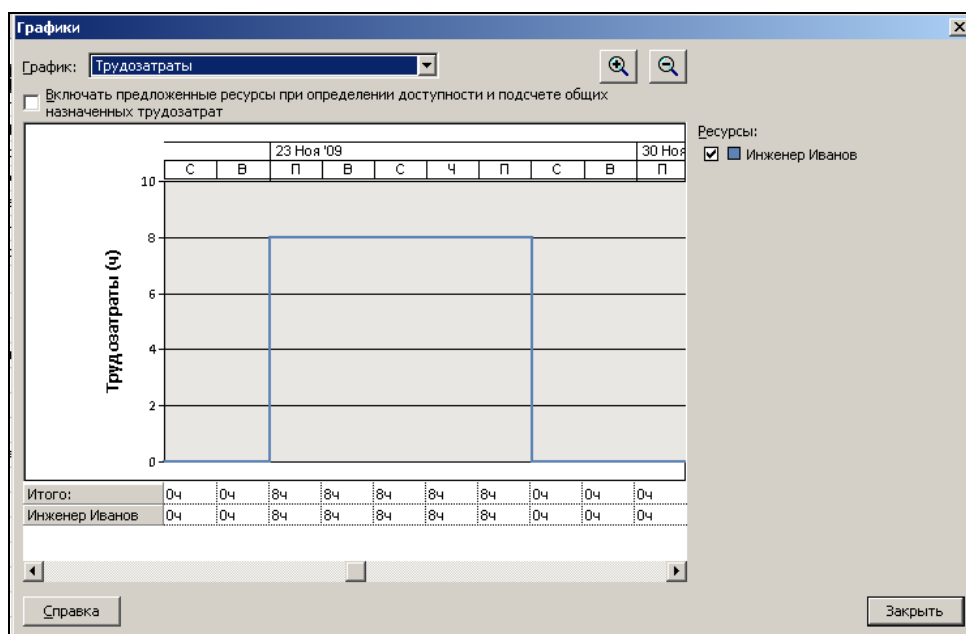

Рисунок 6.9 – Графическое представление Трудозатраты
1. **Трудозатраты** – отображение общих трудозатрат ресурса во всех назначениях (см. рисунок 6.9).